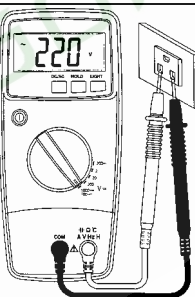

Рисунок 3
4.7.2 Установите поворотный переключатель в положение требуемого диапазона измерения напряжения (см. рис. 3).